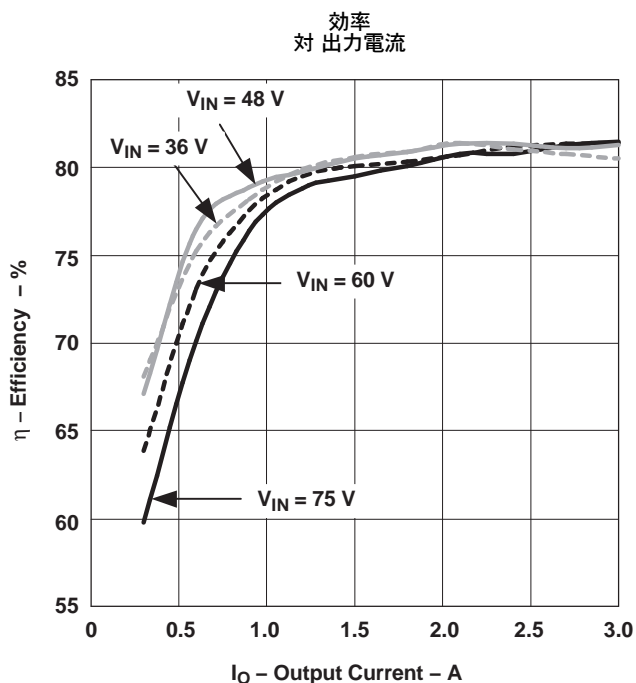
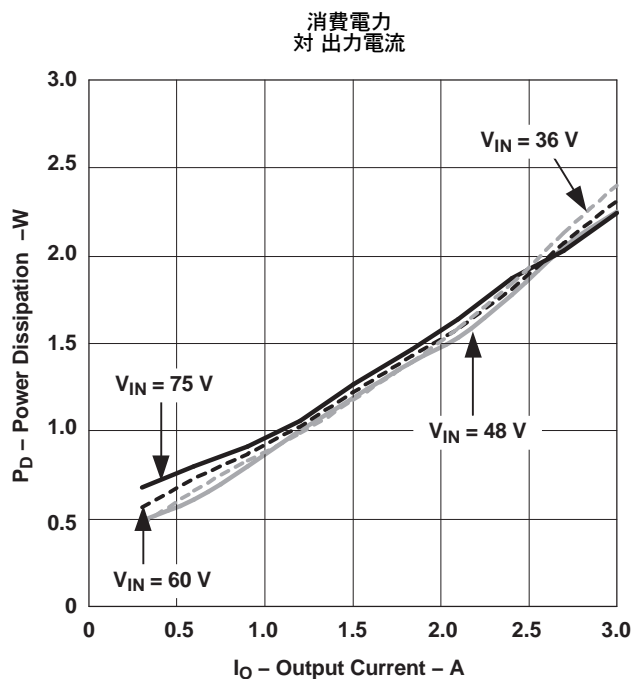
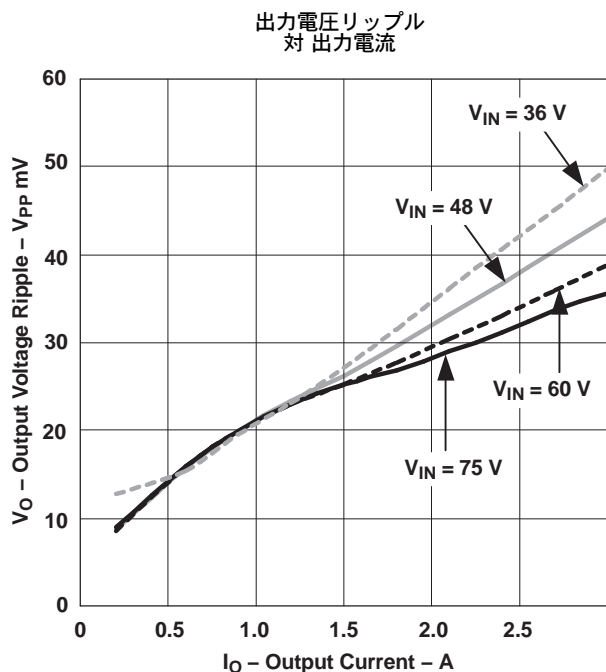

図 1.
図 2.
図 3.
- (1) 次の 図 1、図 2、および 図 3 に掲載されているすべてのデータは、 25°C 時に実際の製品から取得したものです。このデータはDC/DCコンバータの代表データと考えられます。